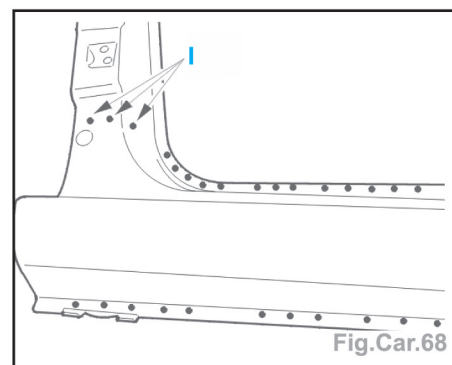

Fig.Car.68
- Souder par points bouchons au MIG (suivant **I**) (Fig.Car.68).